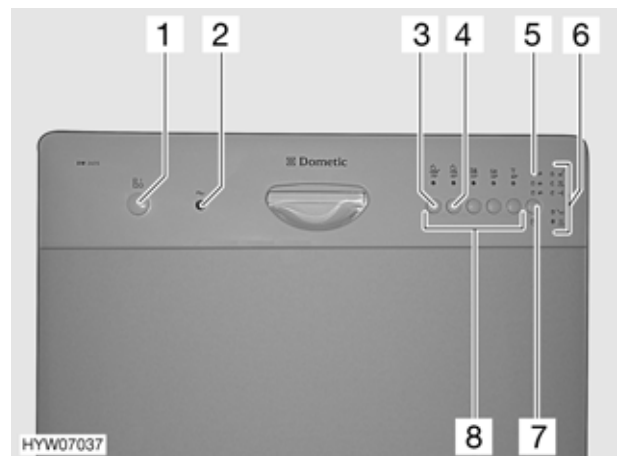

Fig. 92 Comandi per la lavastoviglie
- Premere il tasto acceso/spento "A" (Fig. 92,1). La luce spia (Fig. 92,2) si accende.
- Premere il tasto del programma desiderato (Fig. 92,8). La luce spia del programma si accende.
- ▶ Prima dell'inizio del programma lampeggiano le due luci spie superiori (Fig. 92,6) per 6 secondi. In questo tempo è possibile scegliere un altro programma.
- ▶ Le tre luci spie superiori (Fig. 92,6) informano sullo svolgimento del programma:
- Premere il tasto acceso/spento "☛" (Fig. 92,1). La luce spia (Fig. 92,2) si spegne.